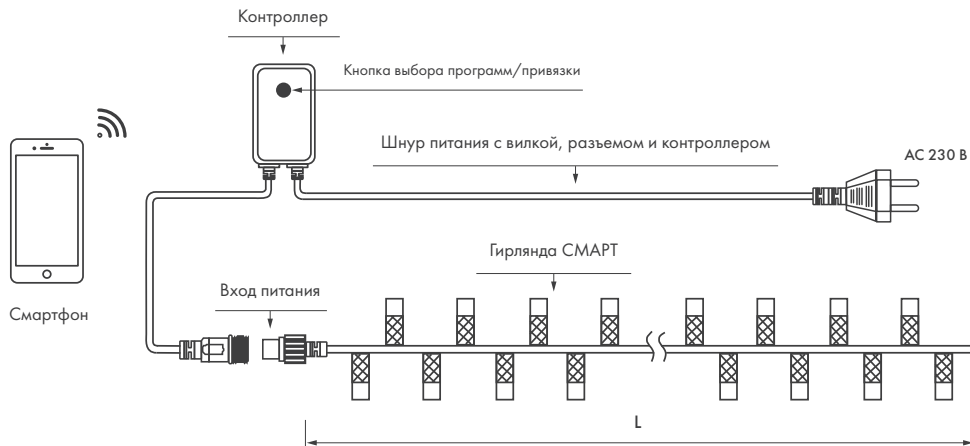

Рис. 1. Схема подключения гирлянды
3.2. Подключите гирлянду к сети электропитания AC 230 В при помощи шнура питания (приобретается отдельно) согласно схеме, представленной на рис. 1.